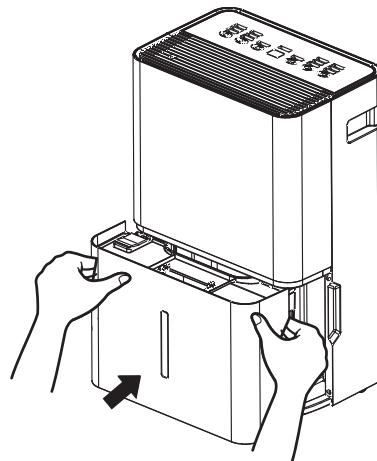

Рис. 3.
- А. Слив вручную (Рис. 3). Опорожните резервуар для воды вручную.